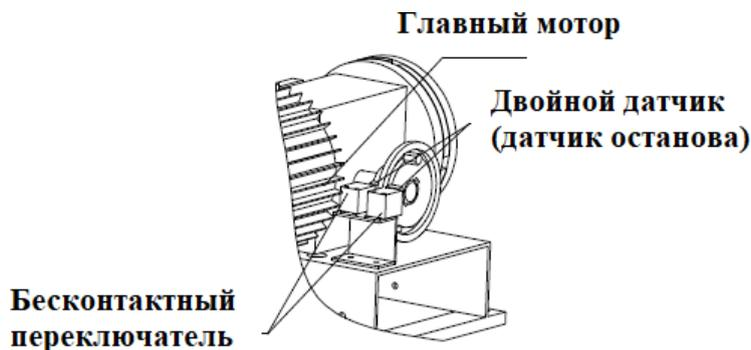

Рис. 19
③ Когда два бесконтактных переключателя обнаруживают датчик остановки, как показано на Рис. 19 главный двигатель останавливается.